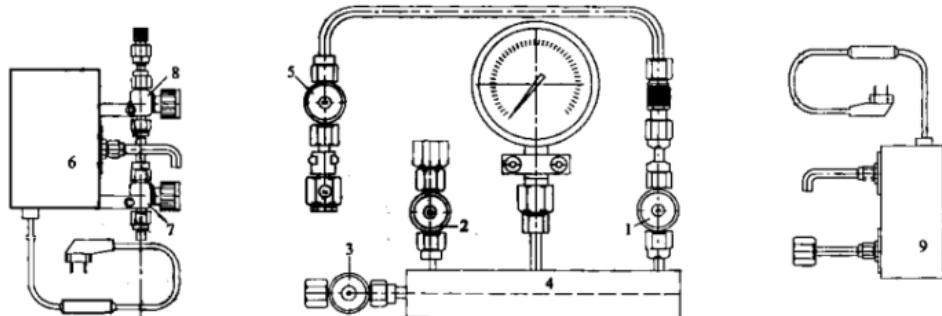

图1 采样装置示意图
采样装置由采样容器、真空泵、隔膜泵和连接系统组成，见图1。
- a) 按图 1 将取样装置阀 5 用接头、管道和设备连接，阀 2 与取样容器连接。
- a) 按图 1 将取样装置阀 5 用接头、管道和设备连接，将真空泵 9 与阀 3 连接，取样容器与阀 2 连接。
- a) 按图 1 把隔膜泵 6 用管道和取样装置、设备充放气阀连接起来，阀 7 与阀 5 连接，阀 8 与设备充放气阀连接，阀 2 与取样容器连接。
- a) 按图 1 把隔膜泵 6 用管道和取样装置、设备充放气阀连接起来，阀 7 与阀 5 连接，阀 8 与设备充放气阀连接。将真空泵 9 与阀 3 连接，取样容器与阀 2 连接。